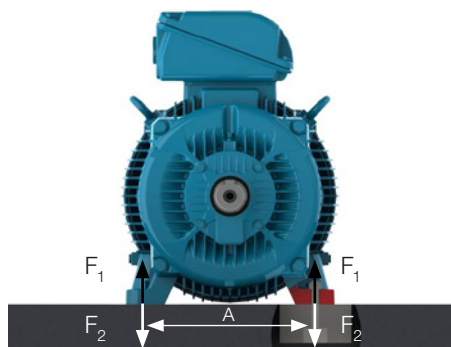

Figura 31 - Motor instalado sobre base de concreto.
Os esforços do motor sobre a fundação podem ser calculados pelas equações (ver Figura 31):
- Bases de concreto: mais recomendadas e usuais para os motores de grande porte (ver Figura 31);